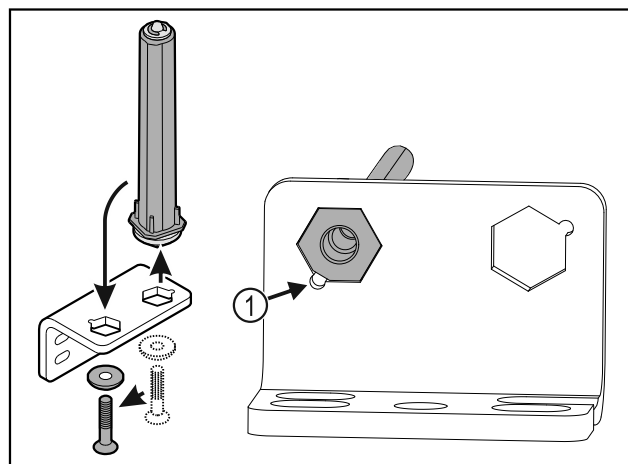

Fig. 36
- ▶ Βεβαιωθείτε ότι κατά την τοποθέτηση η λοξοτομή του πείρου είναι στραμμένη Fig. 36 (1) προς τη στρογγυλή οπή.